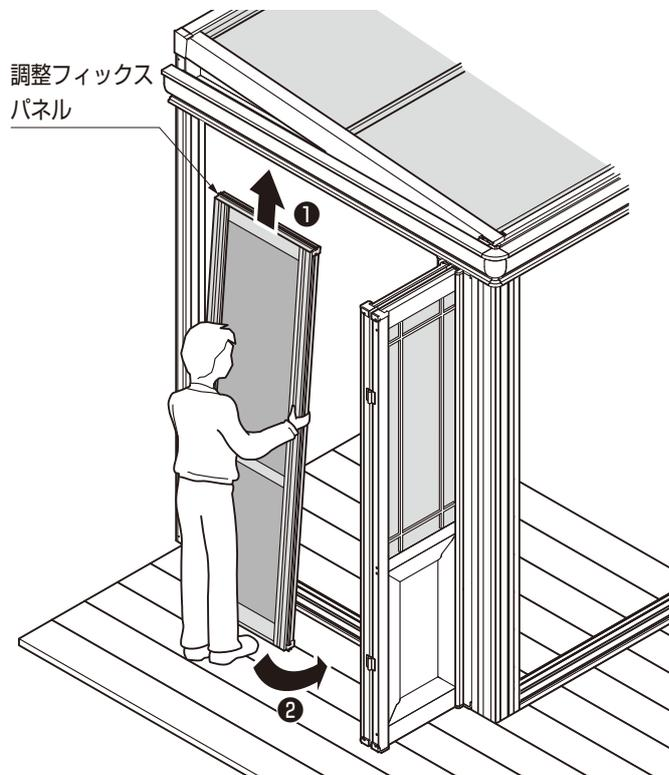

図 2-3
- ①調整フィックスパネルをけんとんではめ込んでください。(図2-3、図2-4参照)